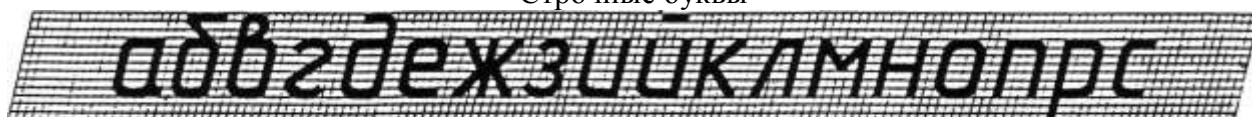

Рисунок 3 - Шрифт
- 3.Толщину букв шифра выполнить в соответствии с ГОСТ 2.304-81, рис.3
3. Выполнить правильно компоновку чертежа (проведите горизонтальные вспомогательные линии, ограничивающие высоту прописных и строчных букв шифра), рис.3;